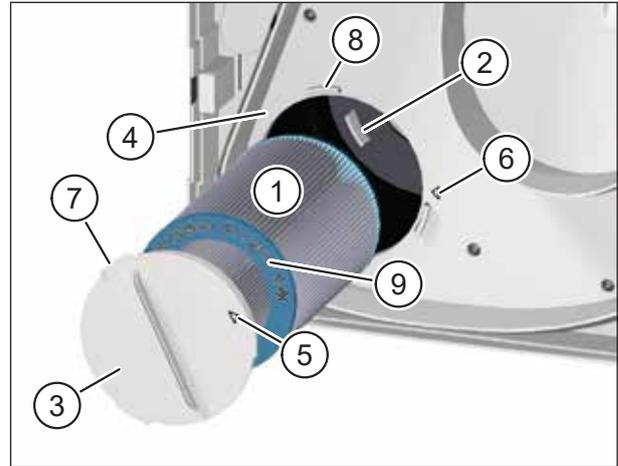

Abb. 17: Neuen Außenluftfilter einsetzen
- ▶ Führen Sie den neuen Außenluftfilter (Pos. 1 in Abb. 17) vorsichtig in das Lüftungsgerät ein.
- ▶ Achten Sie darauf, dass der Luftfilter in die 3 Haltenasen (Pos. 2 in Abb. 17) an der Rückwand des Lüftungsgerätes gleitet.
- ▶ Setzen Sie den Filterdeckel (Pos. 3 in Abb. 17) auf den Außenluftfilter auf. Achten Sie darauf, dass der Filterdeckel plan auf der Zwischenplatte (Pos. 4 in Abb. 17) aufliegt.
- ▶ Drehen Sie den Filterdeckel im Uhrzeigersinn, bis der Pfeil auf dem Filterdeckel (Pos. 5 in Abb. 17) mit dem Pfeil der Arretierposition (Pos. 6 in Abb. 17) fluchtet. Achten Sie darauf, dass die 3 Nasen (Pos. 7 in Abb. 17) am Filterdeckel in den Halterungen (Pos. 8 in Abb. 17) an der Zwischenplatte einrasten.
- Als Außenluftfilter dürfen nur M-WRG-II FA, Art.-Nr. 750010, und M-WRG-II FK (Aktivkohlefilter), Art.-Nr. 750020, verwendet werden. Art.-Nr. und Luftfilterklasse sind auf der türkisen Endscheibe des Luftfilters (Pos. 9 in Abb. 17) eingepreßt.